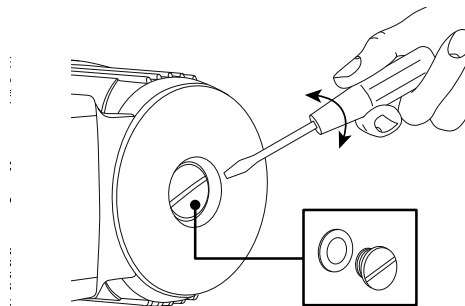

Рис. 8 (ослабление заглушки)
- Удалите воздух из насоса ослабив винт воздухоотводчика, но не отвинчивайте его до конца. (рис. 8).
Во время эксплуатации никакого специального технического обслуживания двигателя не требуется, подшипники двигателя самосмазывающиеся. При продолжительном простое периодически проворачивайте вал, во избежание его блокировки: отвинтите винт воздухоотводчика с помощью плоской отвертки проверните вал двигателя, затем завинтите винт воздухоотводчика. (рис. 8). На период продолжительного простоя, если риск замерзания не исключён, слейте воду. Не забудьте заполнить насос водой перед очередным включением.